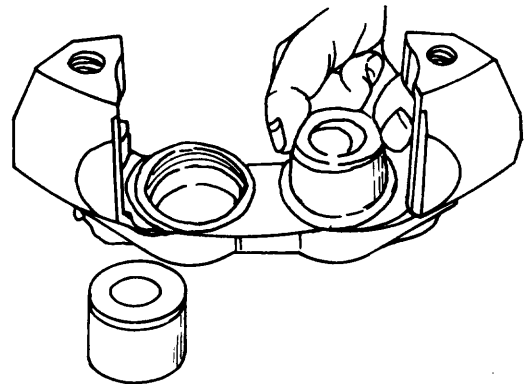

Fig. 8
- b Instale los pistones en los cilindros (fig. 8).